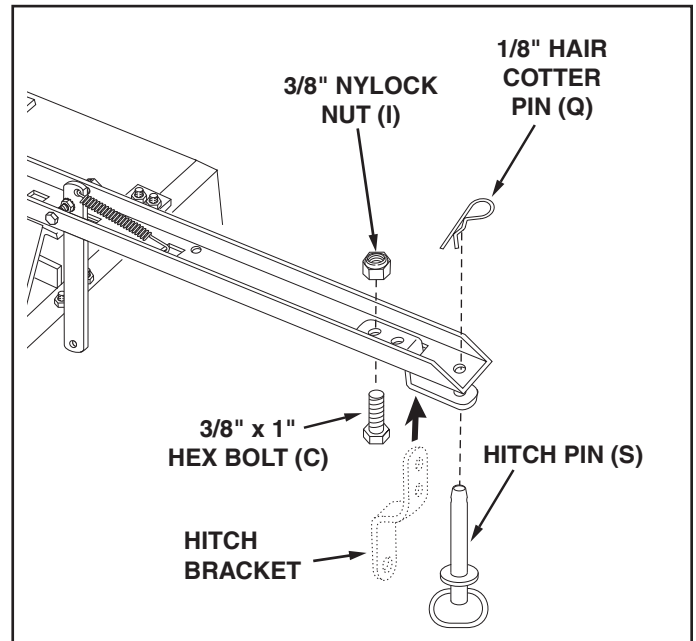

FIGURE 10
19. Assemble the end of the hitch bracket (two holes) up through the slot at the front of the drawbar tongue. Fasten it to the tongue using the 3/8" x 1" hex bolt (C) and 3/8" nylock nut (I). **Tighten.** See figure 10.
20. Assemble the hitch pin (S) through the hitch bracket and the tongue and secure it with the 1/8" hair cotter pin (Q). See figure 10.
19. Faire passer l'extrémité du support d'accrochage (4) (deux trous) au travers de la fente située à l'avant de la barre d'attelage (10). Fixer le support à la barre d'attelage à l'aide de la vis hexagonale de 3/8 x 1 po (C) et d'un écrou à frein élastique de 3/8 po (I). **Bloquer**. Voir la figure 10.
20. Monter la broche (S) sur le support d'attelage, et la fixer à l'aide de la goupille beta de 1/8 po (Q). Voir la figure 10.